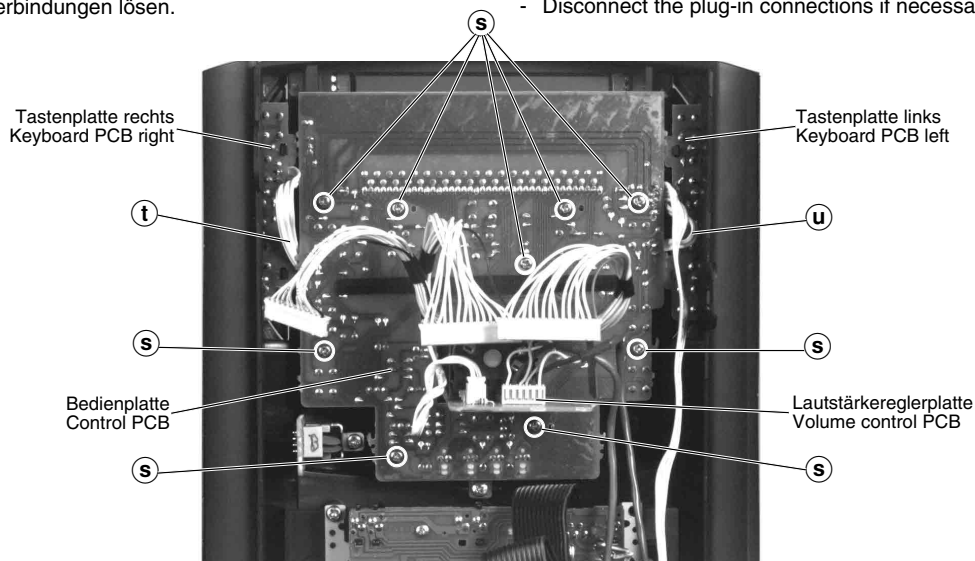

Fig. 15
- 9 Schrauben ⑧ herausdrehen (Fig. 15).
- Bei Bedarf Zuleitungen zur rechten ⑩ bzw. linken ⑪ Tastenplatte markieren und ablöten (Fig. 15).
- Undo 9 screws ⑧ (Fig. 15).
- If necessary mark and unsolder the connecting leads to the right ⑩ or left ⑪ keyboard PCB (Fig. 15).